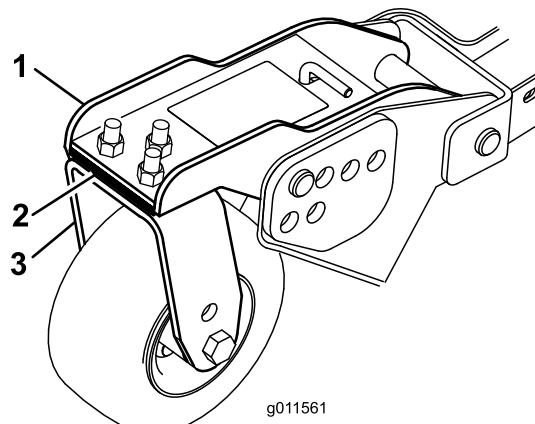

Bild 27
3. Stellen Sie die Beilagscheiben (3 mm) an den vorderen Laufradgabeln auf die entsprechende Schnitthöhe auf dem Aufkleber ein (Bild 27).
5. Wenn die innere Schnittkante des Seitenmähwerks im Verhältnis zur äußeren Kante des Frontmähwerks zu hoch ist, entfernen Sie eine Beilagscheibe (3 mm) von der Unterseite des vorderen inneren Laufradarms am Seitenmähwerk (Bild 27).